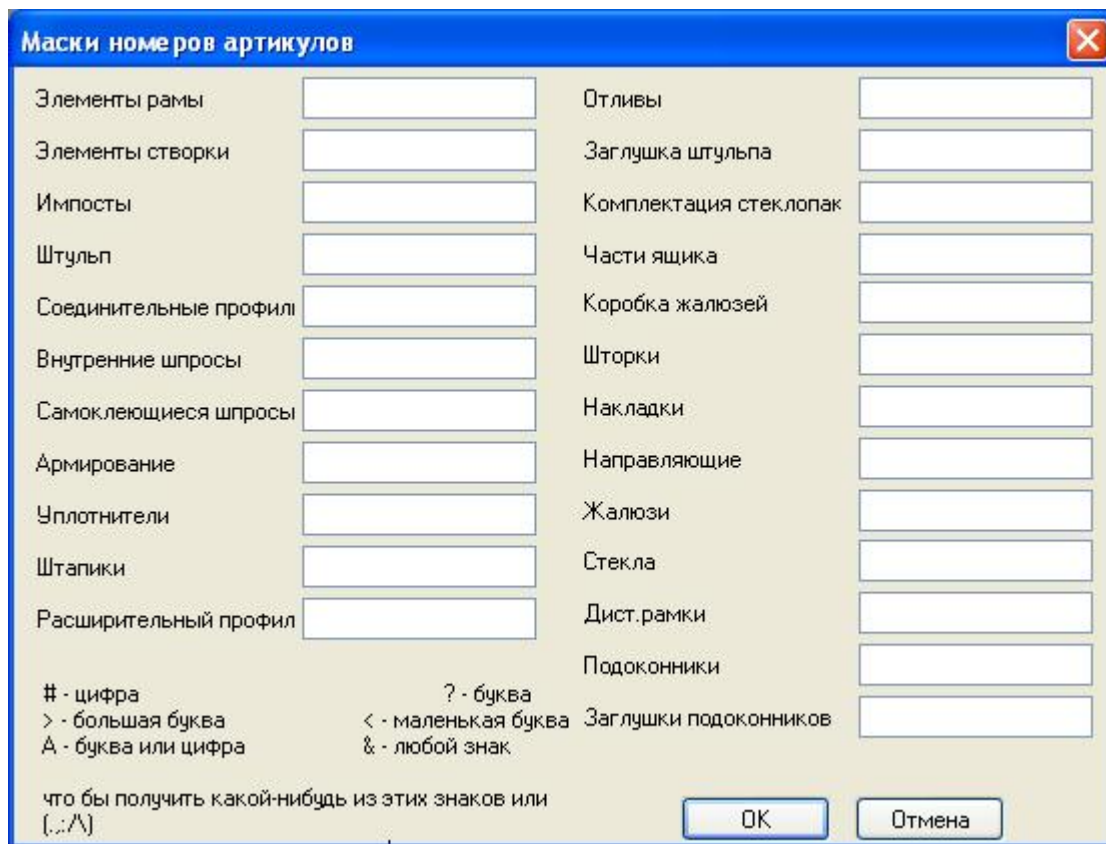

Рисунок 10. Маски номеров артикулов
- **Маски номеров артикулов** (Рис. 10)
Диалоговое окно **Маски номеров артикулов** служит для определения т.наз. масок. Маски – это определенный шаблон номера, напр., элемент с каталоговым номером 001 может вызывать трудности у работников при определении (неопытный работник может иметь проблемы с определением этого символа на списке резки с рамой). А элемент OS-001 путем добавления двух букв указывает, что это рама. Именно в этом окне можно определить маски для отдельных артикулов согласно описанию, находящемуся в нижней части окна (Рис. 10).